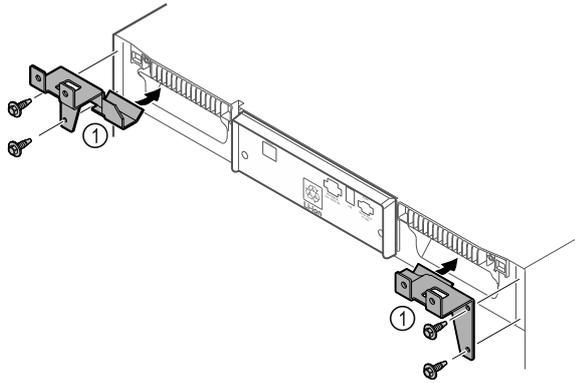

Fig. 11
- ▶ 用随附的自攻螺丝将固定部件 Fig. 11 (1) 安装在冰箱上。